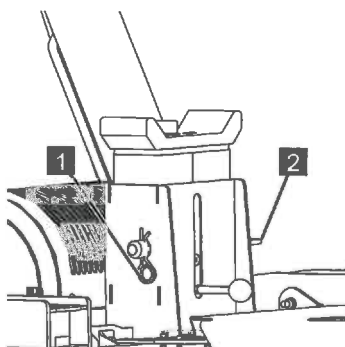

Abb. 100
3. Federsplint (Abb.100/1) aus dem Befestigungsbolzen (Abb.100/2) herausziehen.
4. Den Befestigungsbolzen (Abb.100/2) herausziehen.